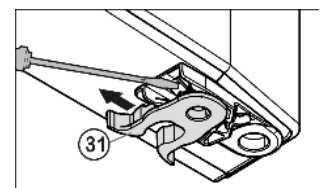

Fig. 11
- ▶ Helyezze át az Fig. 11 (31) rugós szorítóját: Nyomja lefelé a reteszt, felette húzza el a rugós szorítót.